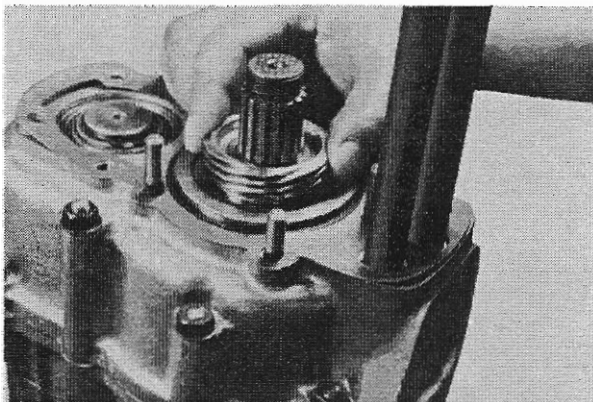

Abb. 51
1. Dichtung (801) auf den Gehäusedeckel legen. Tachoschraubrad (434) so wie Abb. 51 zeigt (Ausdrehung nach oben) über die Hauptwelle schieben.